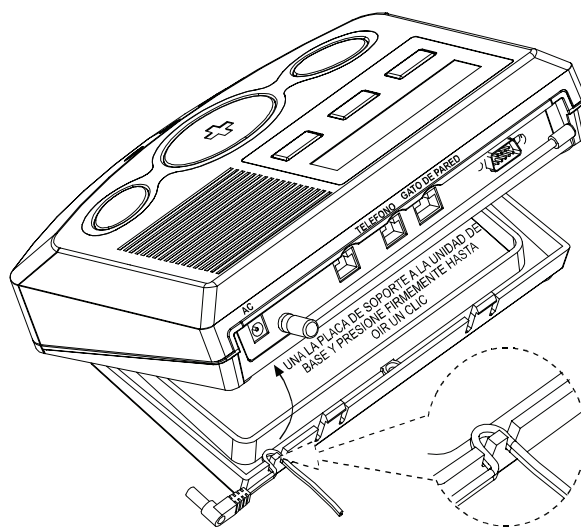

Figura 5a – Enlazando el cable de alimentación
1. Enrolle el cable de alimentación alrededor del segmento de la placa de soporte, como lo muestra la Figura 5a.